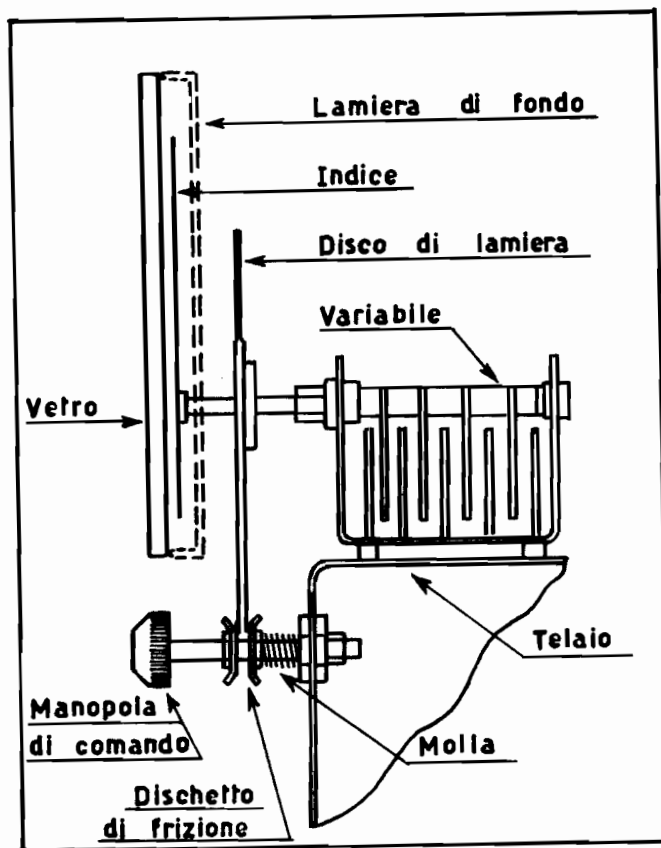

Fig. 1
- Aggiungere celle filtranti formate da condensatori da $0,1 \mu F$ e da resistenze da $1 M\Omega$ in modo da separare tutte le griglie (com'è indicato in fig.1).
TIPO ECONOMICO - La fig.1 rappresenta lo schizzo di tale tipo di scala.